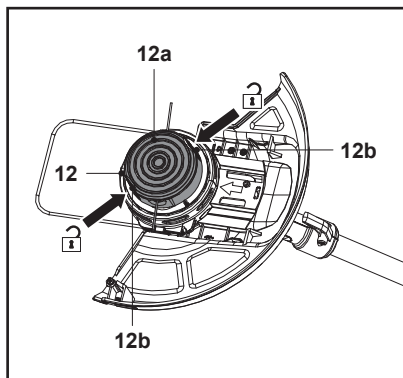

Fig. 24
2. Sujete el cabezal de corte (12) firmemente con una mano. Presione los pestillos de liberación (12b) a ambos lados, levante la cubierta (12a) y retírela (Fig. 24).